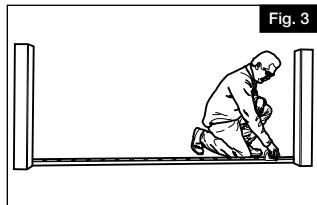

Fig. 3
- a. Placez la longeron inférieur pré perforé (B) entre les poteaux où doit être installée la rampe (Figure 3). Mesurez à partir de la surface de montage jusqu'au premier trou de balustre à chaque extrémité et ajustez jusqu'à ce que ces dimensions soient les mêmes à chaque bout.